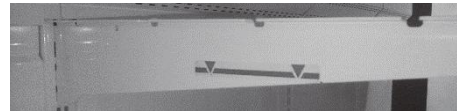

Abb.9 Stapelmarke (Symboldarstellung)
- ▶ Stapelgrenze ist durch Stapelmarken im Gerät gekennzeichnet (siehe → Abb.9).